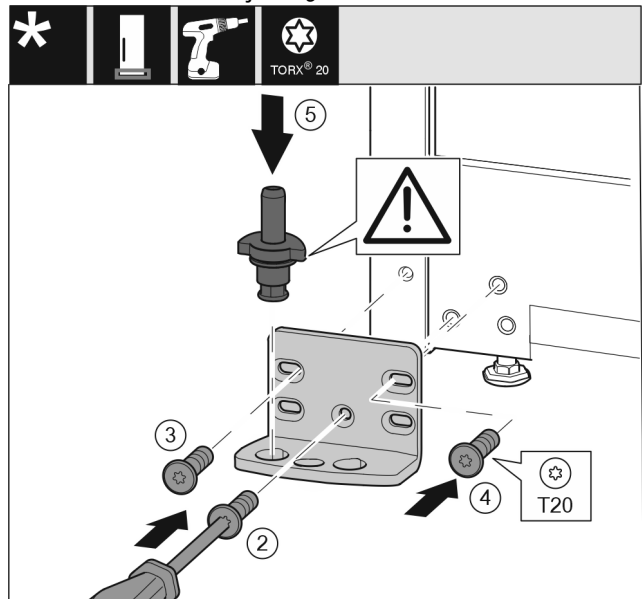

Fig. 15
- ▶ Lagerbus op de andere kant aanbrengen en met behulp van een schroevendraaier T20 vastschroeven. Met schroef 2 onder in het midden beginnen. Fig. 15 (2)
- ▶ Schroef 3 en 4 vastschroeven. Fig. 15 (3,4)
- ▶ Lagerbout volledig aanbrengen. Let op dat de vergrendel nok naar achter wijst. Fig. 15 (5)